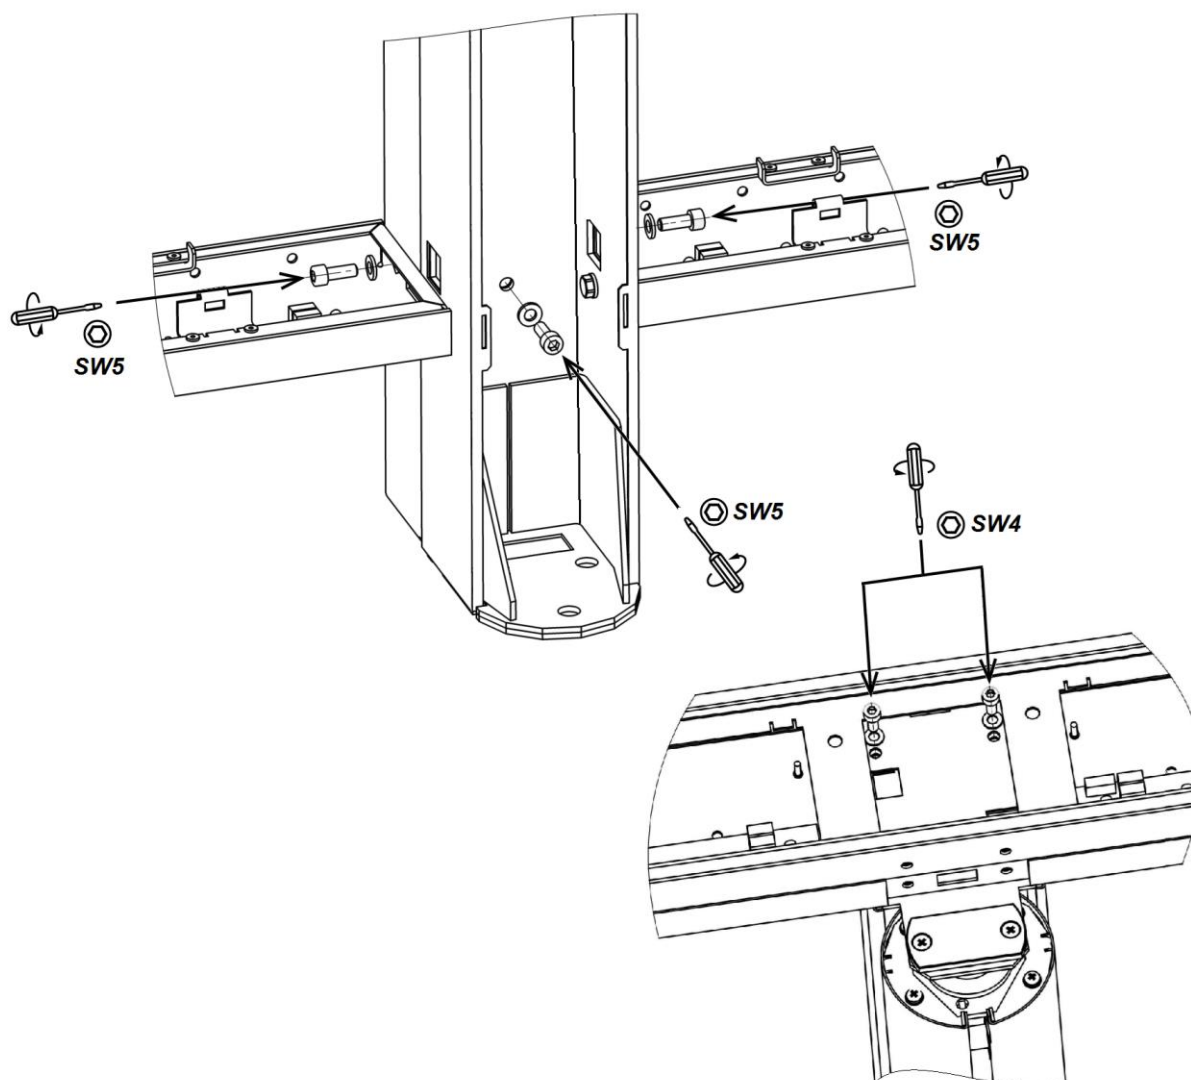

**Рисунок 29. Крепление стекла
7. Снимите передние панели (8) обеих боковых стоек.
8. Используя рожковые и торцевые ключи S17, открутите и снимите 6 болтов M10×30 с шайбами, пластиковыми втулками и гайками крепления стекла заполнения (по два – в кронштейнах боковых стоек и два – на центральной стойке) (см. рис. 29, 30).